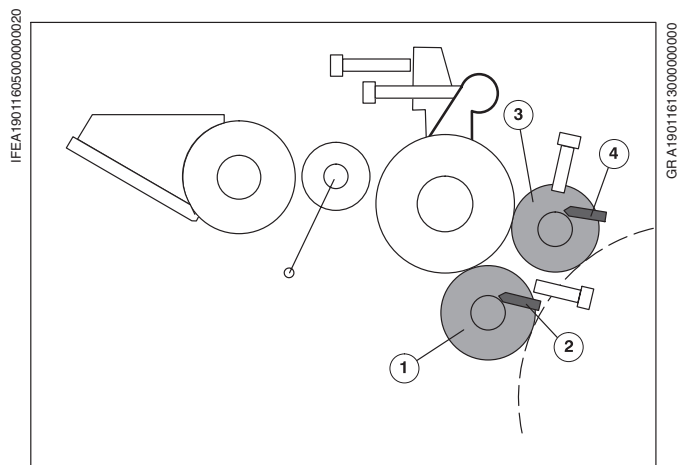

Рис. 3 Демонтаж/монтаж накатных валиков
- ❶ Выкрутите винты (Рис. 3/❷) из опор накатного валика на стороне привода и стороне обслуживания шестигранным ключом 2,5 мм.
- ❷ Вытащите накатной валик (Рис. 3 /❸) вверх из подшипников.
- ❷ Вытащите накатной валик (Рис. 3 /❶) из подшипников в направлении валика нумератора.
- ❶ Вставьте накатной валик (Рис. 3/❶) в опоры на стороне привода и стороне обслуживания.
- ❷ Вкрутите винты (Рис. 3/❷) в опоры накатного валика на стороне привода и стороне обслуживания шестигранным ключом 2,5 мм.
- ❶ Вставьте накатной валик (Рис. 3/❸) сверху в подшипники.